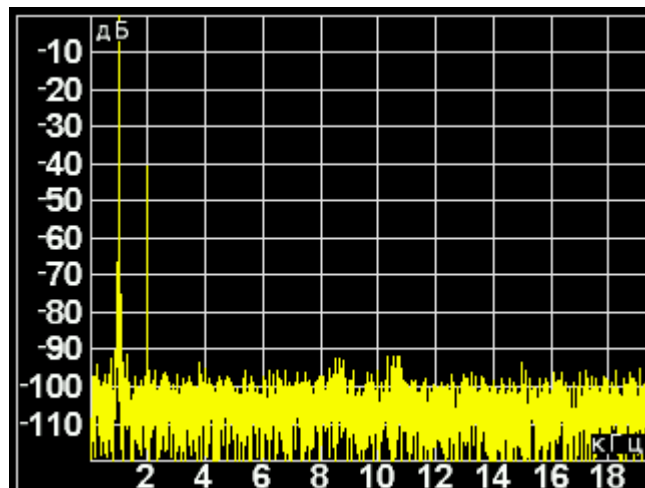

Рисунок 2.16 Спектр измеряемого сигнала
- «Спектр» – служит для просмотра спектра сигнала. Подробнее см. рисунок 2.16;